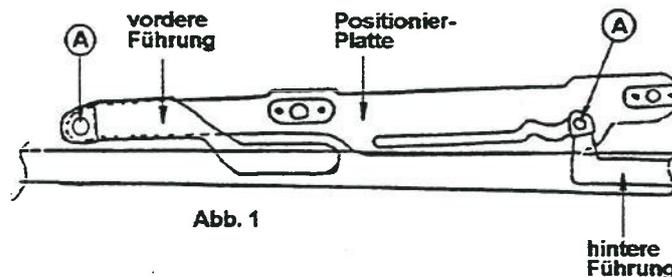

Abb. 1
2. Befestigungsschrauben und Unterlegscheiben entfernen [Abb. 1/Pos. A]. Hierbei darauf achten, daß die Unterlegscheiben nicht beschädigt werden, da diese beim Einbau des Schiebedachs nach erfolgter Reparatur wieder zu verwenden sind.